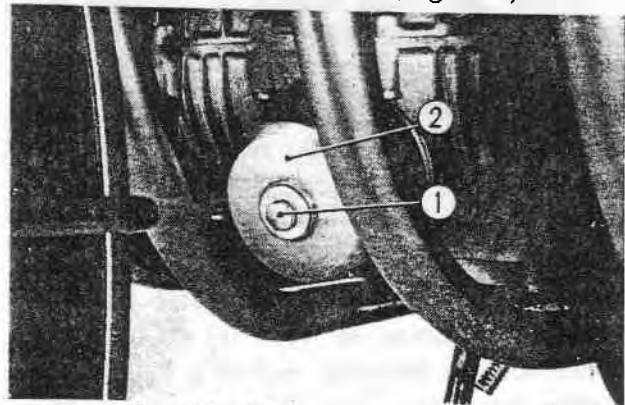

Fig. 3-9 ① Boulon central du filtre à huile
1. Dévisser le boulon central du filtre à huile à l'avant du moteur et enlever le boîtier du filtre à huile (Fig. 3-9).